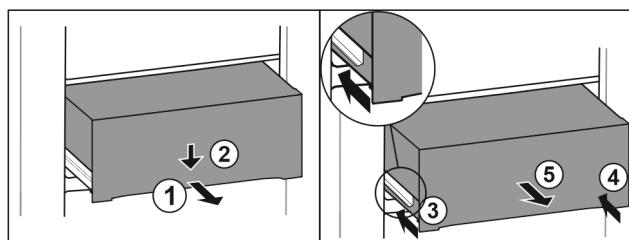

Fig. 183
- Predal izvlecite do polovice. Fig. 183 (1)
- Predal na sprednji strani potisnite navzdol. Fig. 183 (2)
- Levo vodilo potisnite približno 2 cm noter. Fig. 183 (3)
- Desno vodilo potisnite približno 2 cm noter. Fig. 183 (4)
- Predal vzemite ven v smeri naprej. Fig. 183 (5)